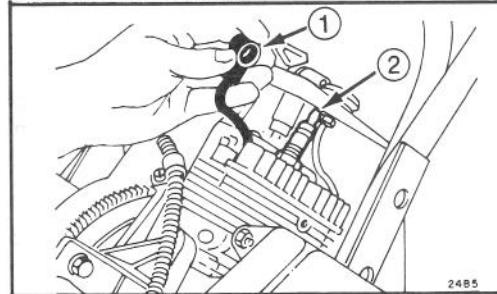

Abb. 12
2. ZÜNDKERZE ENTFERNEN (Abb. 12) — Das Hochspannungskabel von der Zündkerze abziehen und die Kerze abnehmen. Die Zündkerze genau untersuchen und ersetzen falls sie gerissen oder verschmutzt ist. DIE ZÜNDKERZE NICHT SANDSTRÄHLEN, ABKRATZEN ODER REINIGEN, DENN ES KÖNNTE ABRIEB IN DEN ZYLINDER GELANGEN UND ZU MOTORSCHÄDEN FÜHREN.